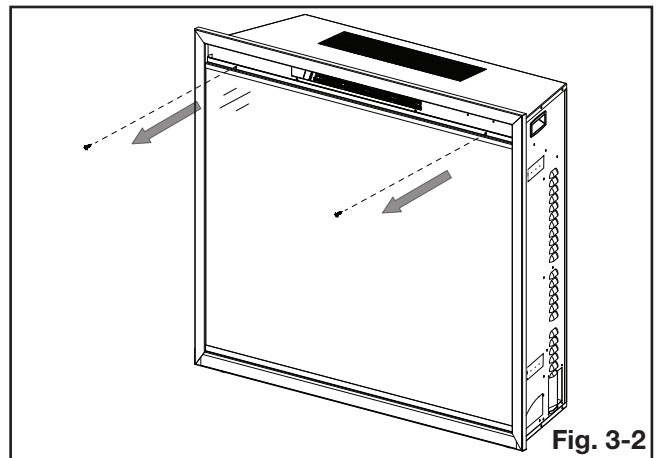

Fig. 3-2
2. Avec une main sur le verre pour le-prevenir de tomber, retirez les 2 vis servant à fixer la porte vitrée en place (Fig. 3-2).